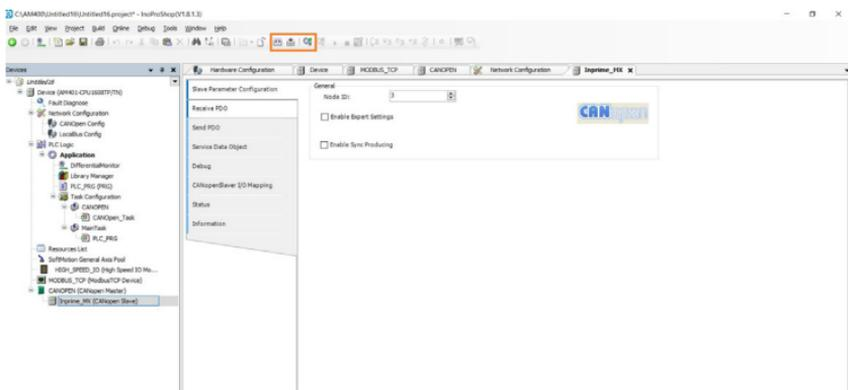

Рисунок 7.10 – Настройки CANopen slave
8) Зайдите в меню слева Inprime MX (CANopen slave), вкладка «Receive PDO», в поле «Node ID» введите цифру 3 (рис. 7.10).
9) Перейдите в поле «Network configuration», нажмите на верхней панели кнопку «Check Application», затем «Build» и «Login» (отмечены на рис. 7.10), после чего нажмите «Start».